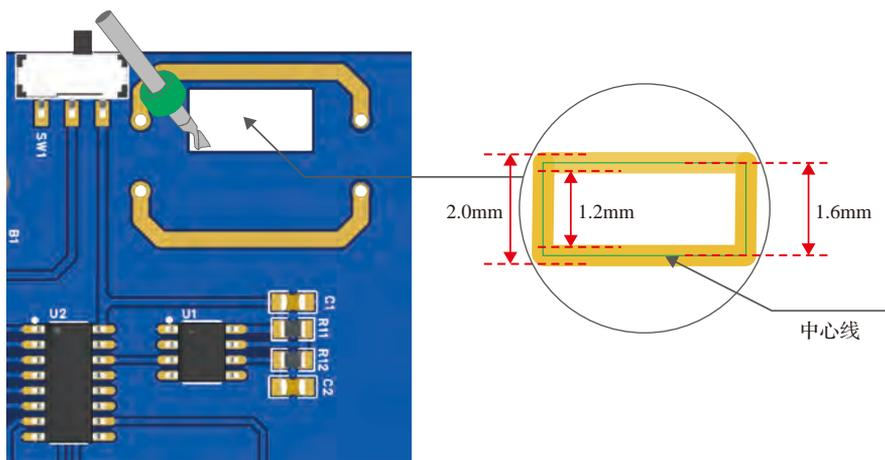

图 8-21 练习题 5 图
5. 嘉立创常规锣板公差为  $\pm 0.2$  mm，张工用宽度为 0.4mm 的外形线，设计了一个如图 8-21 所示的非金属化槽，常规锣板生产的成品板槽孔宽度为以下哪个参数？（ ）